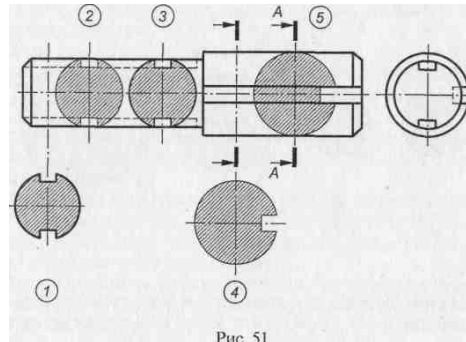

Рис. 51
3. На рис. 51 даны два вида детали и показаны пять вынесенных и наложенных сечений, два из которых выполнены правильно. Назвать виды изображенных сечений и указать два правильно выполненных сечения. Какие ошибки допущены в трех неправильно выполненных сечениях?